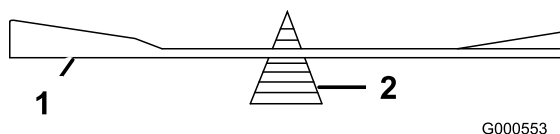

Figura 70
2. Verifique o equilíbrio da lâmina colocando-a num equilibrador de lâmina (Figura 70).